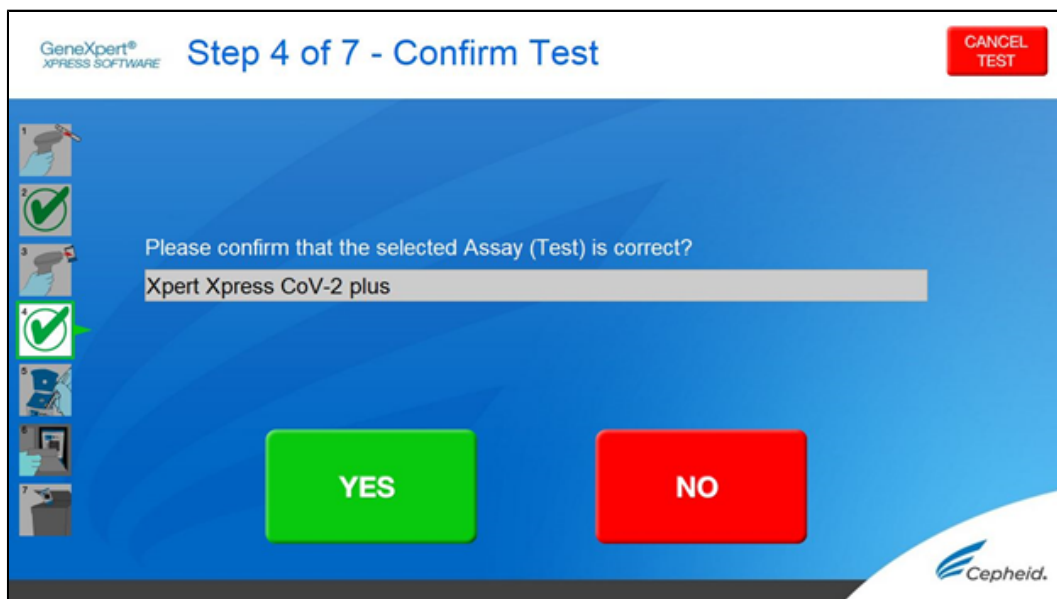

Figure 9. Écran Confirmer le test (Confirm Test) - Sélectionner le test (Select Assay)
3. Faire le choix approprié dans le menu Sélectionner un test (Select Assay), comme présenté sur la Figure 9.